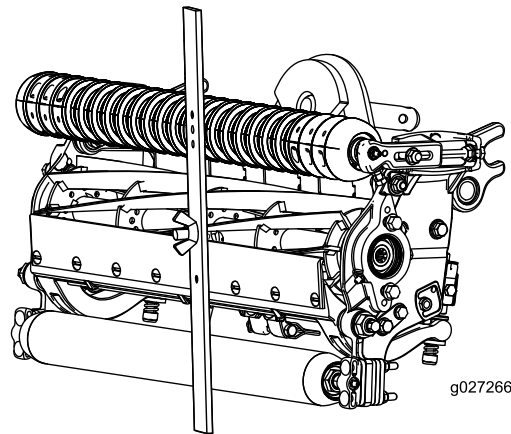

图17
- 4. 将螺丝头钩在底刀的刀刃上，并将调刀尺的后端放到后滚筒上（图17）。
- 5. 旋转调节螺丝，直到前滚筒接触到调刀尺（图17）。调整滚筒的两端，直到整个滚筒与底刀平行。